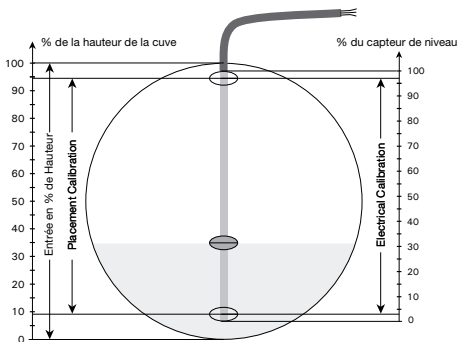

Figure 1, coupe dans une cuve cylindrique horizontale
La description de la configuration avec entrée potentiométrique est décrite dans la figure 1 ci-dessous. Noter que le logiciel PRelevel n'existe qu'en version anglaise. Les textes des menus sont donc représentés ici comme ils apparaissent sur l'écran. D'abord, choisir l'onglet **[Input]**:
**[Electrical Calibration]** Entrer la gamme du potentiomètre connecté ou laisser PRelevel mesurer la gamme d'entrée. Pour mesurer les valeurs, le transmetteur doit être connecté au kit de programmation Loop Link. Les valeurs de la figure 1 sont Low = 3% et High = 97%.
**[Placement Calibration]** Entrer l'emplacement des points Low et High du capteur de niveau, obtenus lors de la procédure 'Electrical Calibration', par rapport à la hauteur de la cuve. Ces valeurs sont utilisées tant pour le calcul des valeurs de linéarisation que pour le calcul des hauteurs 0 et 100%. Les valeurs de la figure 1 sont Low = 9% et High = 94%.
**[Input]** Entrer l'échelle d'entrée désirée par rapport à la hauteur. Quand les entrées Low et High sont sélectionnées à 0 et 100%, l'entrée ne peut jamais descendre au-dessous de 9% ou monter au-dessus de 94% à cause de la conception et l'installation du capteur. Si l'échelle de sortie est de 4...20 mA, la sortie ne variera qu'entre 5,44 et 19,04 mA. Les valeurs de la figure 1 sont Low = 0% et High = 100%.